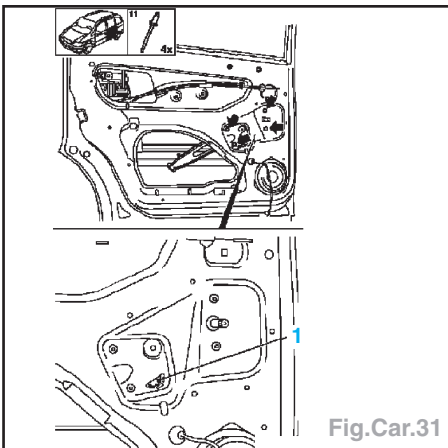

Fig.Car.31
- Sur véhicule avec lève-vitre électrique : Déverrouiller et retirer la fiche de faisceau de câbles (1).
- Sur véhicule avec lève-vitre manuel : Percer les 4 rivets de fixations (flèches) et déposer le lève-vitre (Fig.Car.31).
Nota : Faire attention à ce que le lève-vitre soit en place dans l'arrêt (1) (Fig.Car.31).